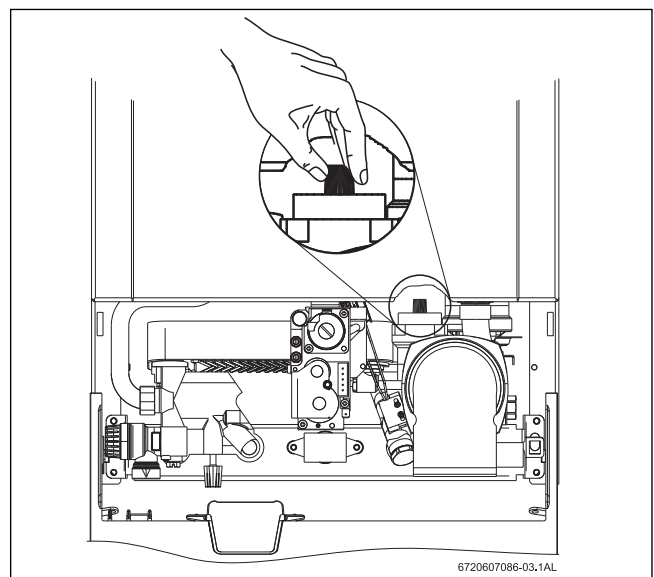

Fig. 13 Purgador automático
- ▶ Para evacuar o ar do aparelho utilizando o purgador automático que incorpora, abrir a tampa do purgador automático (ver Fig. 13).